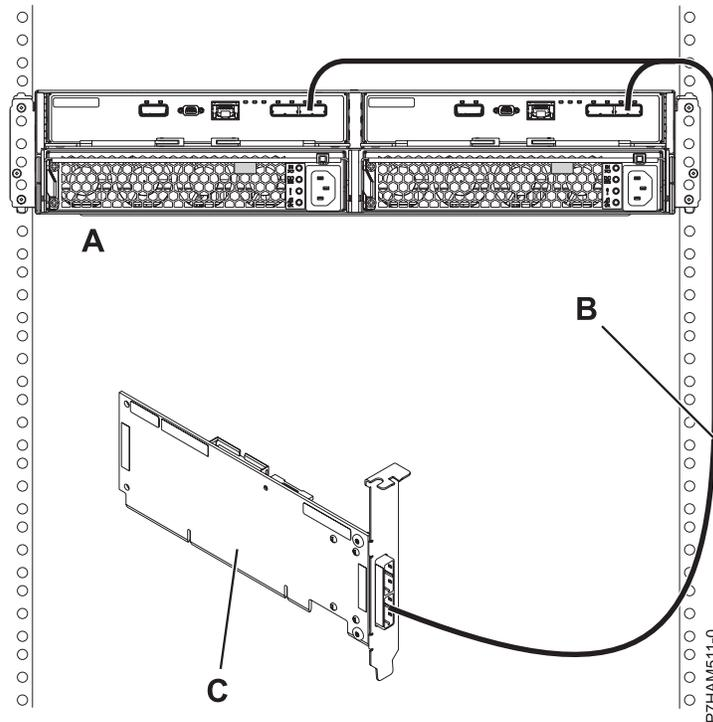

Figure 29. Mode 1 de connexion d'un boîtier d'unité de disque 58/87 via un câble YO à un adaptateur SAS unique
- i. Effectuez la connexion de mode 1 d'un boîtier d'unité de disque 58/87 (A) via un câble YO (B) vers un adaptateur SAS unique (C), comme illustré dans la figure 29, à la page 28.
- L'adaptateur SAS unique (C) peut accéder à l'ensemble des 24 baies d'unité.